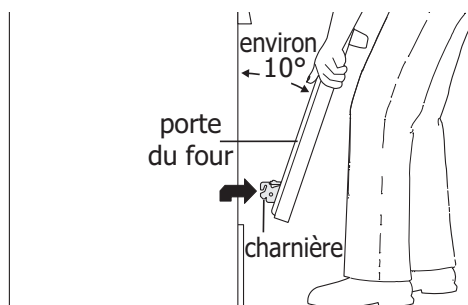
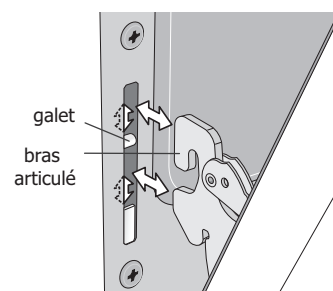

Figure 20 : Soutien de la porte pour la dépose
Figure 21 : Repose du bras articulé et du galet
3. Saisir fermement les deux côtés de la porte du four. Ne pas la soulever par la poignée (voir Figure 20).
4. Ouvrir la porte à un angle d'environ 10 degrés du cadre de porte (voir Figure 20).
5. Soulever les bras articulés hors des galets situés de part et d'autre du cadre de four (voir Figure 21).
1. Saisir fermement les deux côtés de la porte du four. Ne pas la soulever par la poignée (voir Figure 20).
2. Tout en tenant la porte au même angle que pour la dépose, asseoir le crochet du bras articulé sur les galets situés de part et d'autre du cadre de four (voir Figure 20 et Figure 21). Le crochet du bras articulé doit s'asseoir fermement sur les galets.